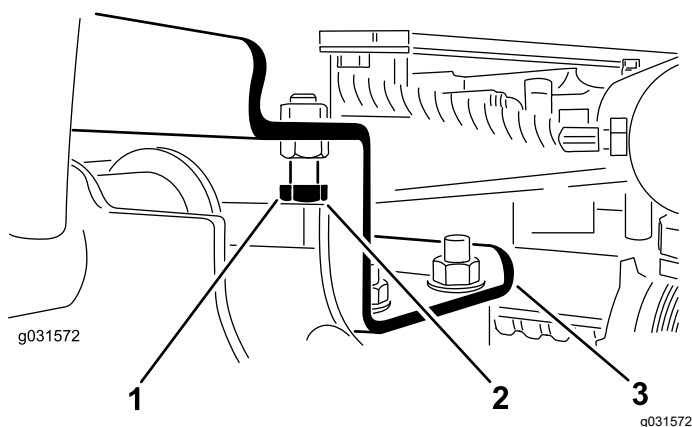

Рисунок 11
- А. Ослабьте затяжку упорных болтов (Рисунок 11).
2. Убедитесь, что зазор между каждым подъемным рычагом и фиксирующим болтом составляет от 0,13 до 1,02 мм, как показано на Рисунок 11.